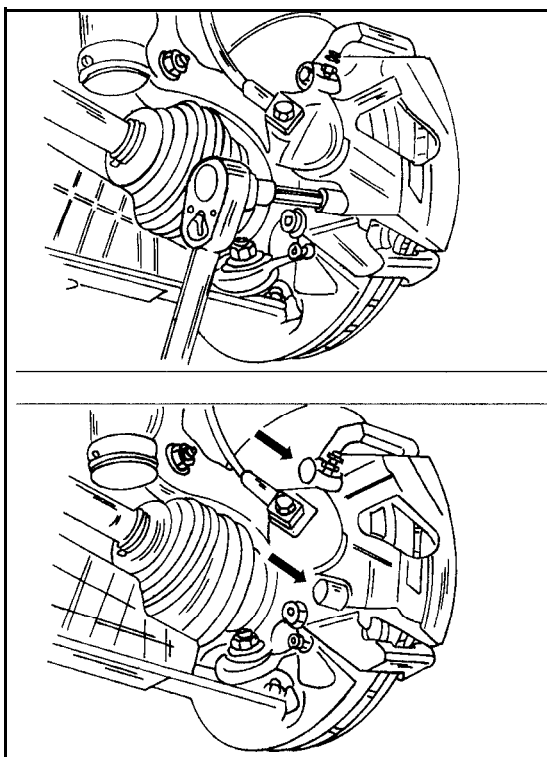

Bild 315
- Das Zylindergehäuse vorsichtig über die Bremsklötze setzen und die Schrauben durch den Bremssattel in den Bremssattelträger einschrauben. Die Schrauben mit einem Inbusschlüssel in der in Bild 315 gezeigten Weise mit einem Anzugsdrehmoment von 25 – 30 Nm anziehen. Der Inbusschlüssel muss die im Bild gezeigte Form haben, damit man einen Drehmomentschlüssel ansetzen kann.